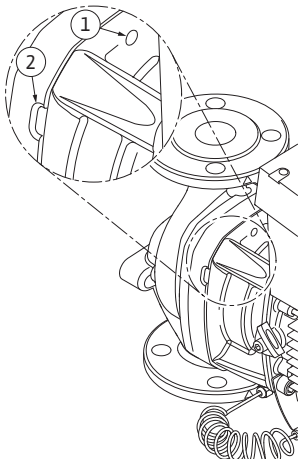

Fig. 53: 모터 임펠러 유닛을 펌프 하우징에서 눌러 빼기 위한 글랜드 보어와 슬릿
13. 모터 임펠러 유닛(Fig. 13 참조)을 펌프 하우징에서 분리합니다. 이를 위해 특히 시트의 분리 시 2개의 나사 구멍(Fig. 53, 위치 1)의 사용이 권장됩니다. 시트의 분리를 위해 적합한 스크류를 나사 구멍에 조입니다. 모터 임펠러 유닛이 쉽게 움직일 경우, 눌러 뺄 때 펌프 하우징과 랜턴 사이에 있는 슬릿(Fig. 53, 위치 2)도 사용할 수 있습니다(이때, 예를 들어 두 개의 드라이버를 끼워 레버처럼 사용할 수 있습니다). 약 15 mm 밀어낸 후에는 모터 임펠러 유닛이 더 이상 펌프 하우징에서 가이드되지 않습니다.